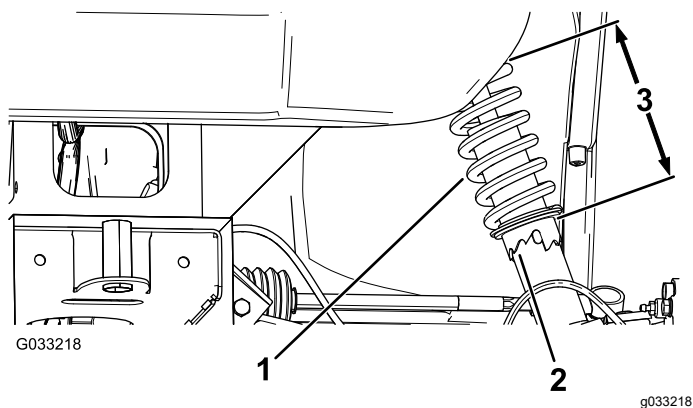

Figure 57
2. Si le carrossage des roues n'est pas correct, utilisez la clé à ergots pour tourner le collet sur l'amortisseur et orienter la roue correctement (Figure 57).